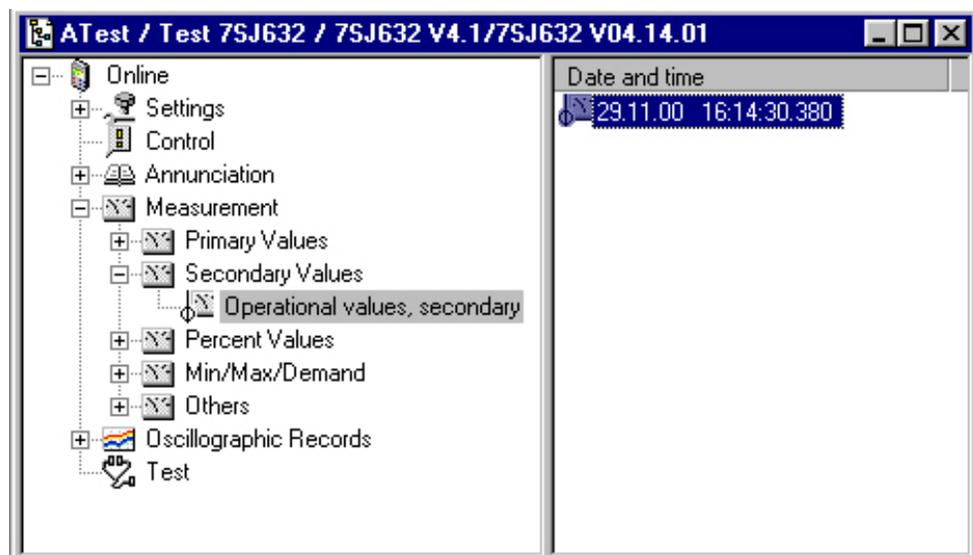

Рисунок 3-8 DIGSI® 4 – пример чтения вторичных значений текущих измеряемых величин
- ❑ В окне данных (справа) появятся дата и время (Рисунок 3-8)